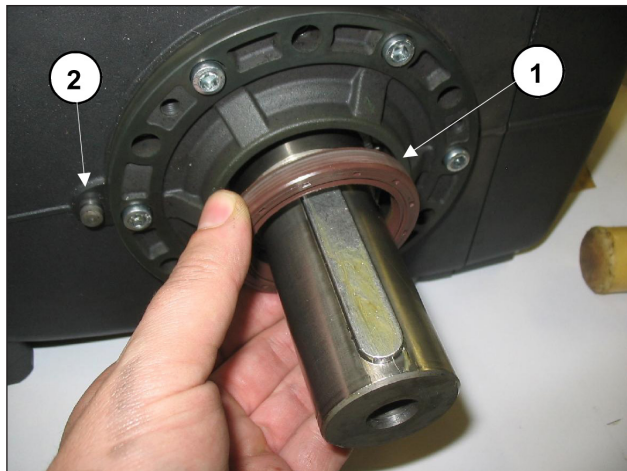

图33
更换型号时，如果减速机组的安装并非原定设计，必须拆除轴油封(图33, ①)，并在护罩上插入减速齿轮箱08基准销(图33, ②)。
更换型号时，如果原定需要拆除减速机组，必须将轴油封环插入侧盖底座中，可使用工具代码27904800(图33, ①)。